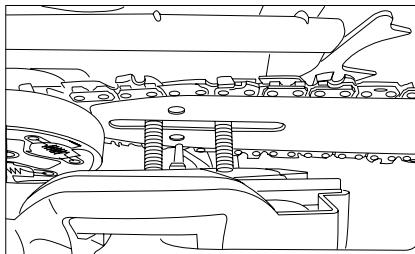

Fig. 9
9. Montați capacul de protecție împreună cu maneta de frână a lanțului astfel încât șuruburile să intre în găurile special prevăzute pentru ele, iar bolțul întinzător lanț să intre în orificiul lamei (Fig. 9).